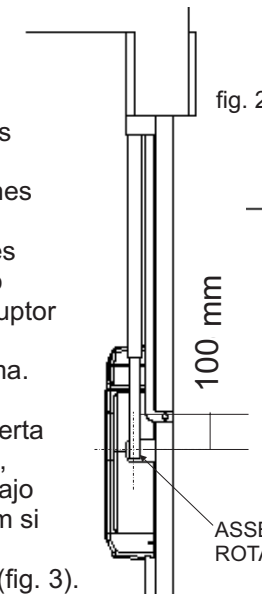

fig. 2
1. Localizar el eje de rotación de la puerta basculante y determinar el nuevo eje, paralelo al primero y pasante por debajo del mismo a una distancia de 100 mm si se instala el brazo recto (fig. 2), de 50 mm si se instala el brazo curvado (fig. 3).